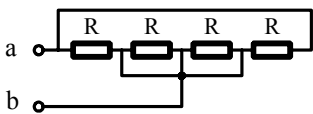

图 1-2
4. 如图 1-2 所示，当 $R=6\Omega$ 时，a、b 两端的等效电阻为（ ）。